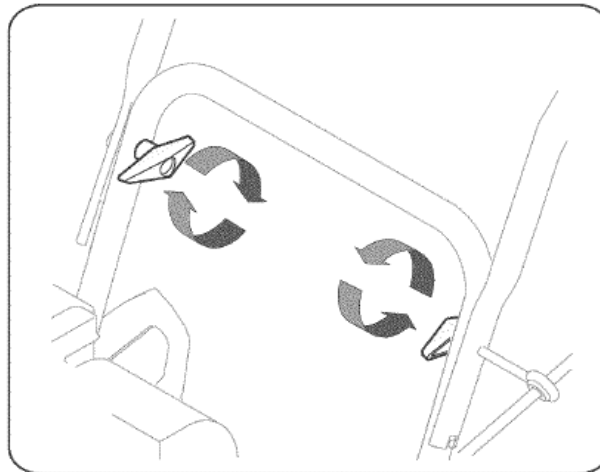

Рисунок 2
- 3) Затяните фиксаторы, расположенные на правой и левой стороне ручки (см. рисунок 2). Снимите и выбросьте все резинки, если они есть. Они используются только для упаковки и транспортировки.